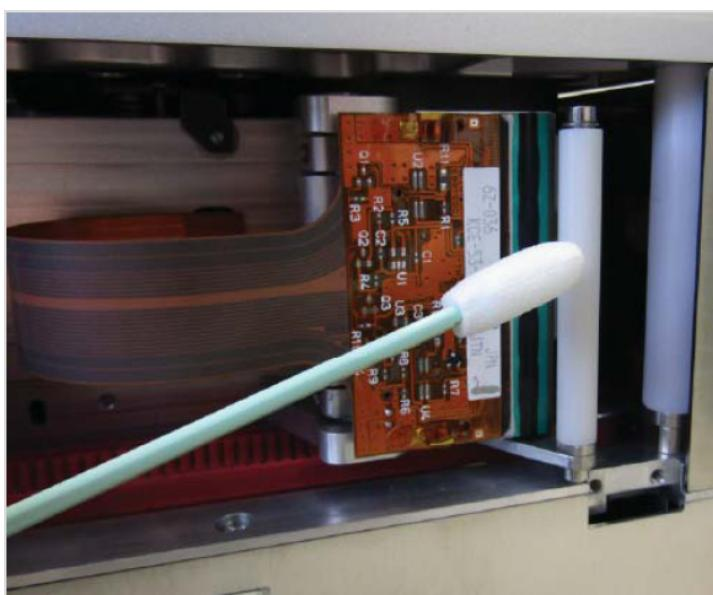

Figura 7-1: Limpieza del cabezal de impresión
4. Limpie delicadamente la línea de píxeles del cabezal de impresión de arriba hacia abajo (Figura 7-1), los rodillos blancos del casete y el rodillo de separación usando los hisopos o paños proporcionados con la impresora. El kit de limpieza contendrá paños o hisopos de limpieza Videojet aprobados previamente embebidos.